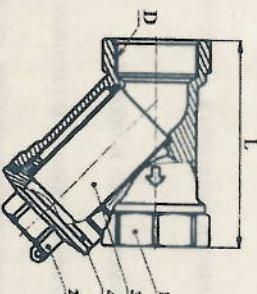

Рисунок 1 – Фильтр газовый пылеулавливающий (ГП)
1.3.1 Устройство и основные размеры фильтров приведены на рис. 1.